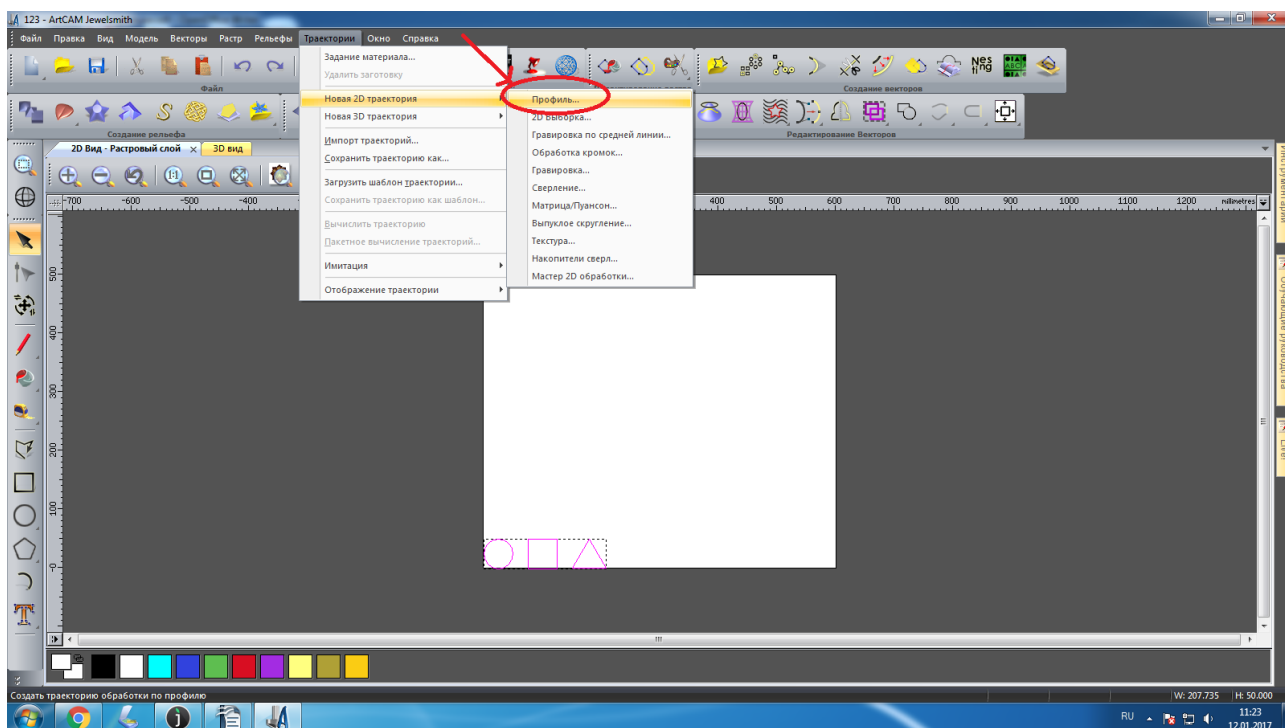

Рисунок 35 «Профиль».
37. Нажмите «Профиль», рисунок 35